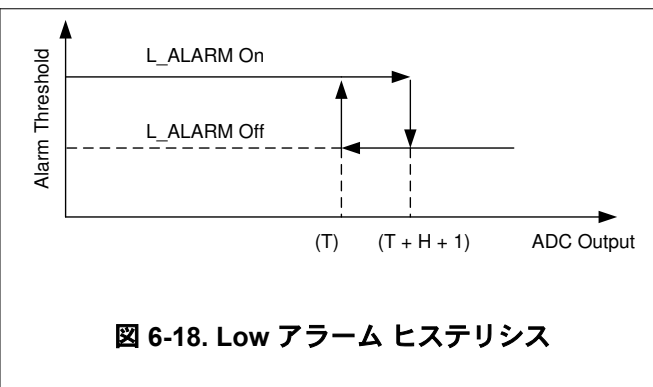

図 6-18. Low アラーム ヒステリシス
同様に、デジタル出力が Low アラーム下限値 [Low アラーム スレッショルド (T)] を下回ると、入力 Low アラームがトリガされます。デジタル出力が Low アラーム上限値 [Low アラーム (T) + H + 1] 以上になると、アラームはリセットされます。図 6-18 に、この関数を示します。